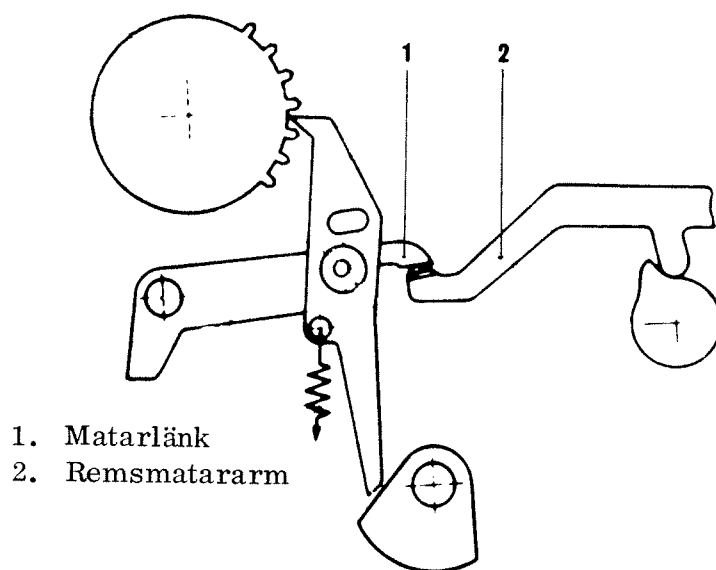

Bild 9. Matningsmekanism för remssändare
3.1.2.6 Sätt fast remssändaren (gäller för 308, 308B, 308C och 308D). Var därvid noga med att matarlänken 1, bild 9, ligger an mot remsmatararmen 2 och att bygelutlöparen 3, bild 10 (den långa armen på remssändarens vänstra sida) har ett spel på 0,1-0,2 mm till låsarmen 4.